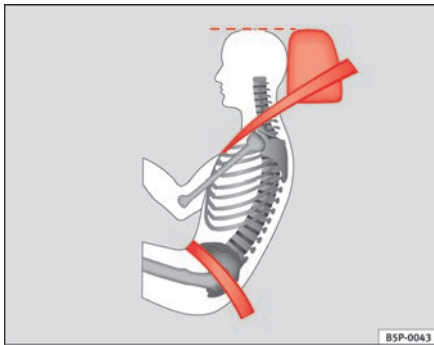

Abb. 14 Richtiger Gurtbandverlauf und richtige Kopfstützeinstellung von der Seite betrachtet
- Der Beckengurtteil des Sicherheitsgurtes muss vor dem Becken verlaufen und niemals über dem Bauch. Der Sicherheitsgurt muss flach und fest am Becken anliegen ⇒ **Abb. 14.** Ziehen Sie das Gurtband gegebenenfalls etwas nach.